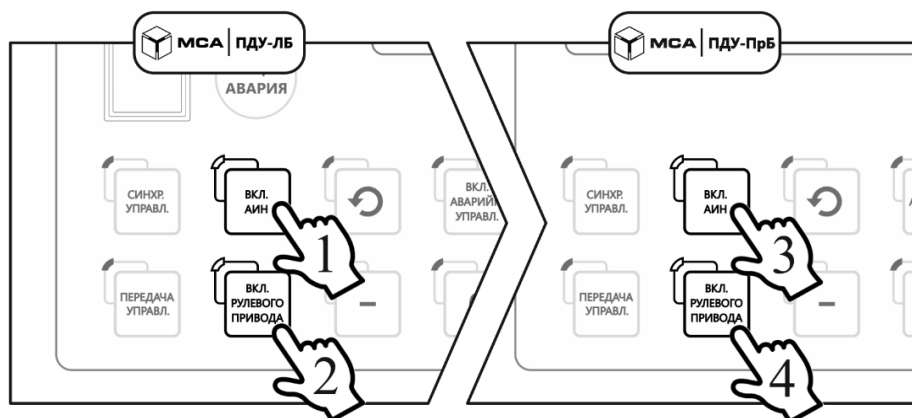

Рисунок 26 – Пример запуска ДРК левого и правого борта
- выполнение запуска ДРК (см. рисунок 26).